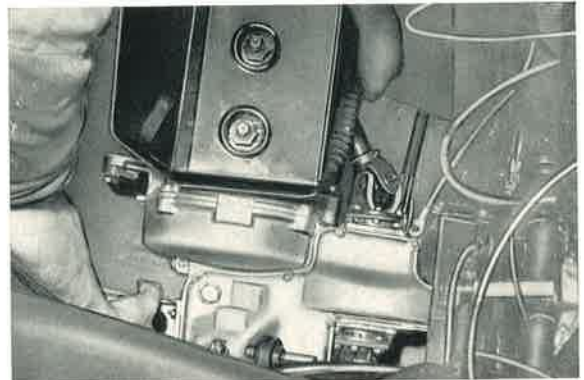

Bild 132: Der freie Motor wird zunächst links nach vorn oben angekippt, damit die lange Gelenkwelle aus ihrer Führung im Gelenk von selbst herausrutscht.
- a) Aggregat links ankippen, damit lange Gelenkwelle herausrutscht (Bild 132).